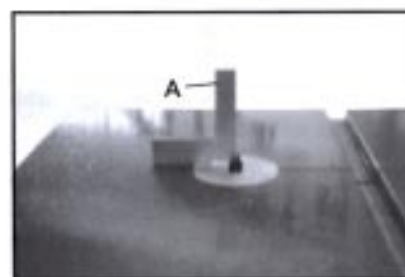

Fig. 6
3. Contrôlez l'angle entre la table et le ruban - 90° - en vous servant d'une équerre (Fig.6) que vous posez sur la table et contre le ruban.